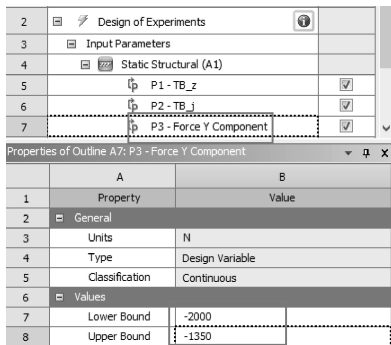

图 12-14 试验设计力参数设置
(5) 在大纲窗口中单击 P3 参数，【Outline of Schematic B2: Design of Experiments】→【Properties of Outline A7: P3-Force Y Component】→【Values】→【Lower Bound】= -2000，【Upper Bound】= -1350，如图 12-14 所示。